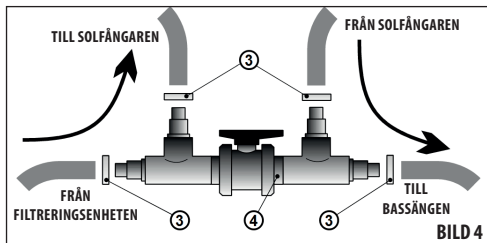

BILD 4
- 2) Om den manuella förbikopplingen (4) används skall den anslutas med slanghullar till solfångaren. Anslutningen görs med slangar och slangklämmor (3)-se BILD 4.
- 5) Utloppslangen från filteringsenheten ansluts med en slanghull till ena sidan av den manuella förbikopplingen (4).
- 6) Nästa nya slang ansluts med den manuella förbikopplingens kvarvarande slanghull (4) till bassängens returmunstycke.
- 7) Kontrollera slangkopplingen och dra åt slangklämmorna (3).